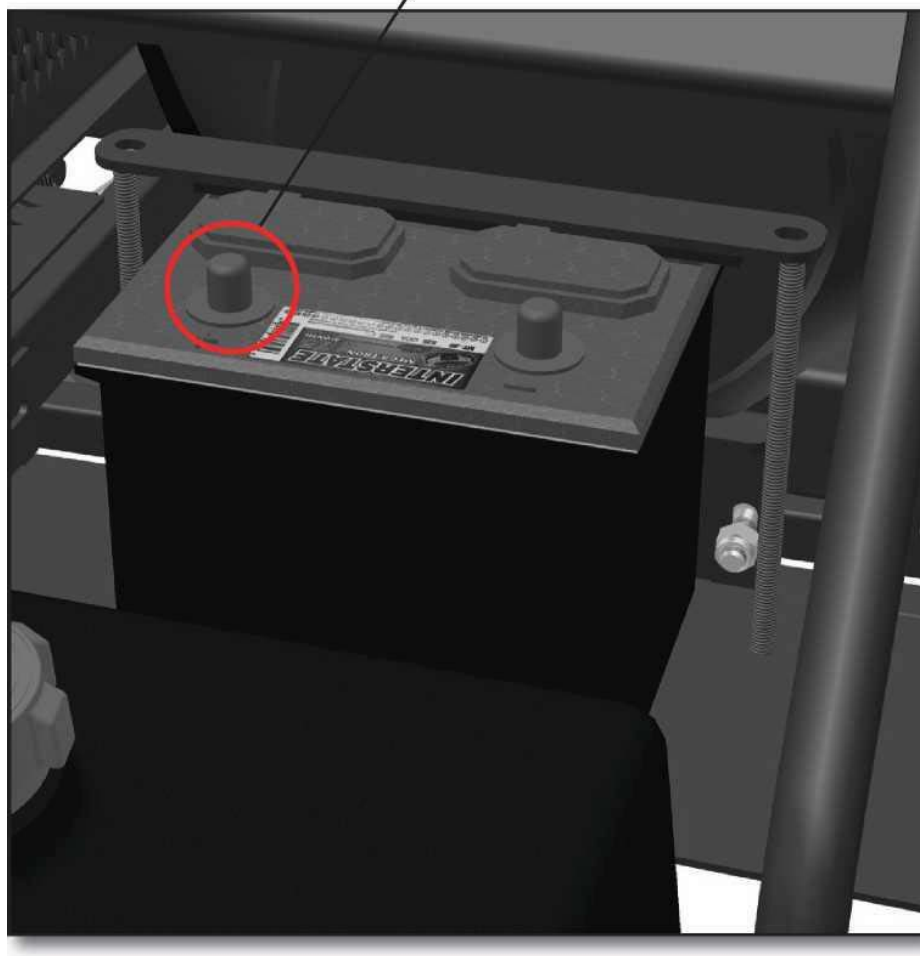

РИСУНОК 3.3.1
- 2) Отключить подачу питания от аккумулятора. См. рис. 3.3.1.